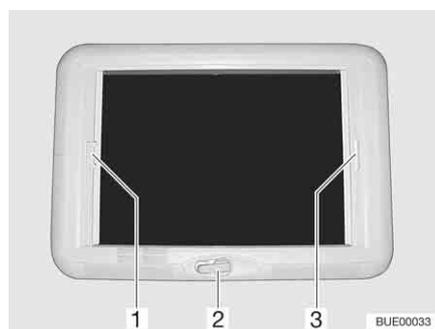

Fig. 114 Claraboya de manivela
Abrir: ■ Girar la manivela (Fig. 114,2) hasta que se note resistencia.
Cerrar: ■ Tirar del asidero (Fig. 114,3) del estor plegable y soltarlo en la posición deseada. El estor plegable se queda fijo en esta posición.
Cerrar: ■ Tirar del asidero (Fig. 114,1) de la protección contra insectos hacia el asidero opuesto del estor plegable (Fig. 114,3) y hacerlos engatillar.
- Presionar el tirador de la protección contra insectos (Fig. 114,1) por la parte de atrás hacia arriba y desengancharla del estor plegable (Fig. 114,3).